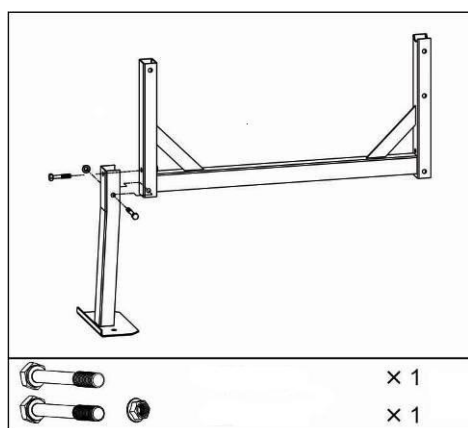

Рис. 4
Присоедините к поперечной балке (7) передний кронштейн (1) как показано на рис.4.